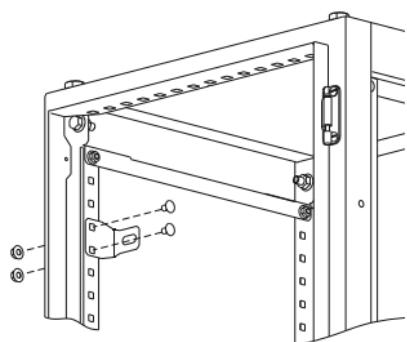

Рисунок 11
8.2.2 Придерживая болт, вставьте его с кронштейном в квадратное отверстие стойки корпуса и закрепите гайкой M6 (рисунок 11).